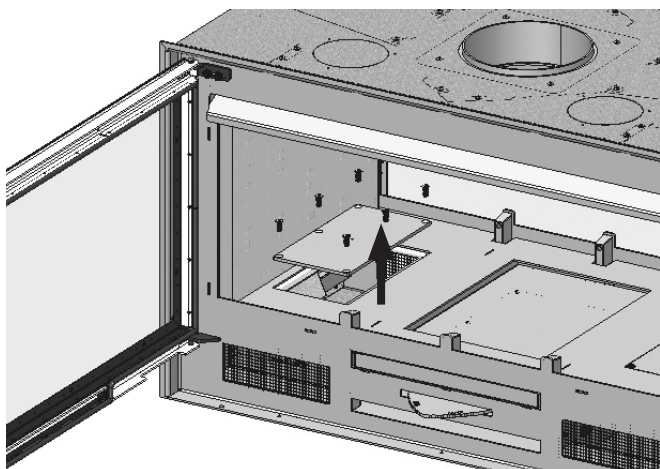

FIG. 4
2. Desapertar os parafusos dos tampões laterais, de acesso aos ventiladores, localizadas por baixo da base (Fig. 4)